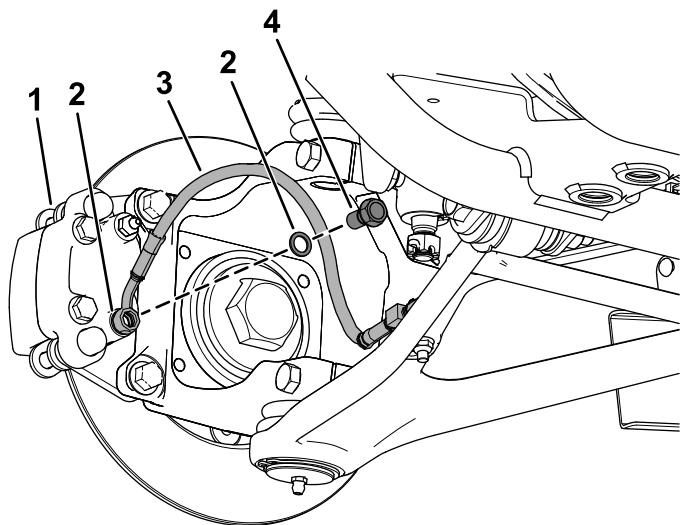

Рисунок 11
9. Подсоедините тормозные трубы к суппорту тормозов в сборе с помощью болта типа «банджо» и двух шайб для болта типа «банджо» (Рисунок 11).